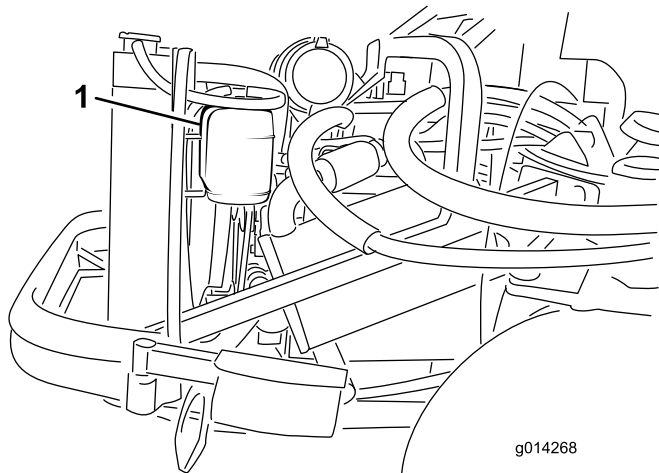

Figure 45
1. Vérifiez le niveau du liquide de refroidissement dans le vase d'expansion (Figure 45). Il doit se situer entre les repères qui figurent sur le côté du réservoir.